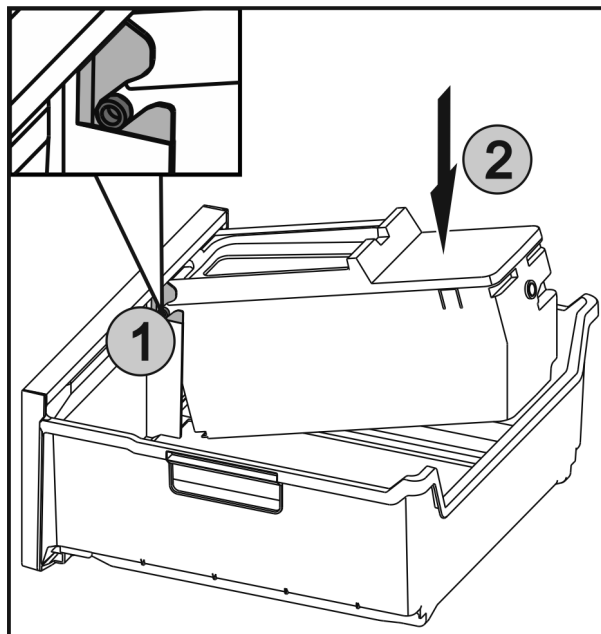

Fig. 43
- ▶ Вставить оси Fig. 43 (1) на EasyTwist-Ice в направляющие и вдавить заднюю сторону Fig. 43 (2) до фиксации наклейки.